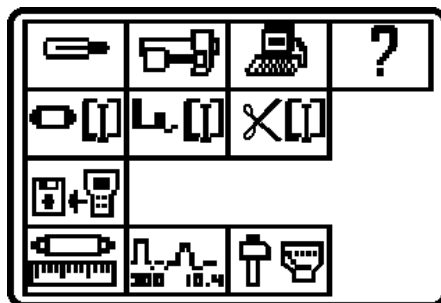

Рисунок 4.3
На дисплее отображается наименование и условное обозначение измерителя. Через секунду прибор перейдет в режим самотестирования и проверки конфигурации. Если измеритель исправлен, напряжение аккумуляторной и резервной батареи в норме и температура внутри модуля сменного соответствует рабочим условиям, то по окончании теста на ГД появится сообщения как на рис 4.2. В случае обнаружения неисправности, отображается одно из сообщений, которые описаны в п.4.5. Через 2 сек. на экране появится основное меню выбора режимов работы (далее по тексту: основное меню выбора) (рис.4.3).
4.2.6 Для ускоренной процедуры включения прибора, нажмите и удерживайте кнопку «MENU/ENTER», установить переключатель «On/Off» на правой боковой панели измерителя в положение ON. Прибор включится в режиме основного меню выбора (рис.4.3). После этого отпустите кнопку. Если измеритель работал с другим сменным модулем, то следует первый раз после смены модуля производить обычное (не ускоренное) включение в соответствии с п.п. 4.2.2, 4.2.3.
В режиме основного меню выбора (рис.4.3), кнопками «▲» и «▼» установите пиктограмму желаемого режима работы в нижней строке экрана. Соответствие пиктограмм и режимов измерения следующее: